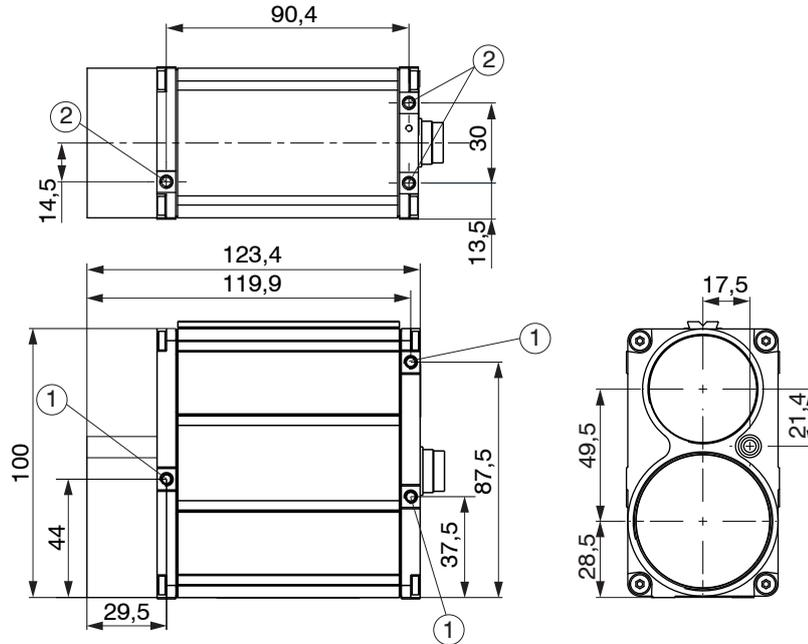
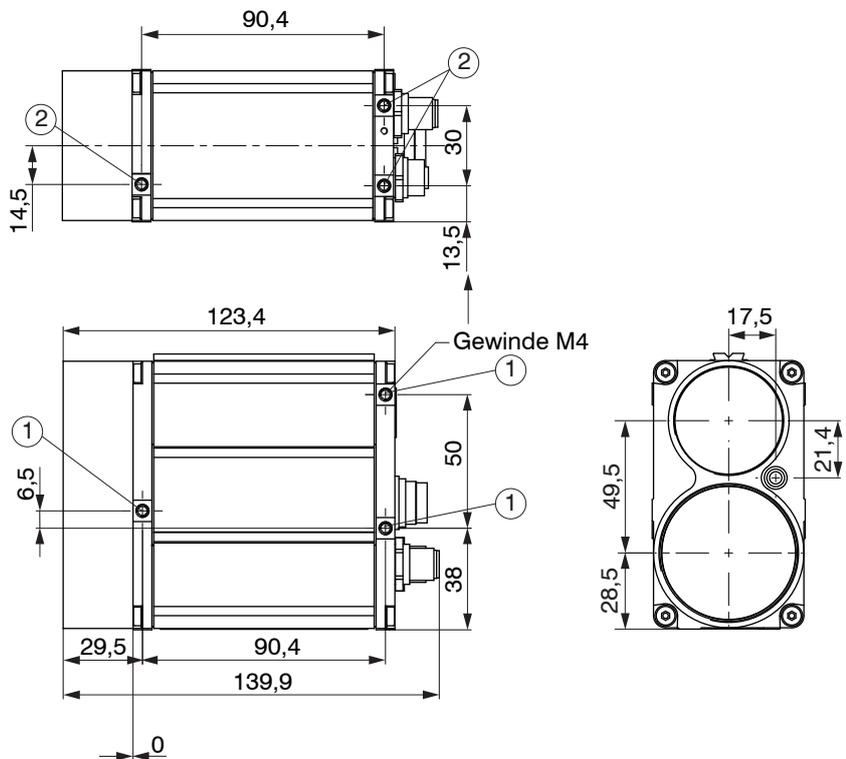

Abb. 5 Maßzeichnung Sensor, Modell ILR 1191-300(01)/ ILR 1191-300(02) Serielle Schnittstelle, Maße in mm, nicht maßstabsgetreu
Abb. 6 Maßzeichnung Sensor, Modell ILR 1191-300(03) SSI und ILR 1191-300(04) Profibus, Maße in mm, nicht maßstabsgetreu
- Befestigung an einer der Seitenflächen. Der Sensor besitzt drei Auflagepunkte, siehe Abb. 5, siehe Abb. 6, Ziffer 1, mit Gewindebohrungen M4 x 6.
- Befestigung am Gehäuseboden. Der Sensor besitzt drei Auflagepunkte, siehe Abb. 5, siehe Abb. 6, Ziffer 2, mit Gewindebohrungen M4 x 6.